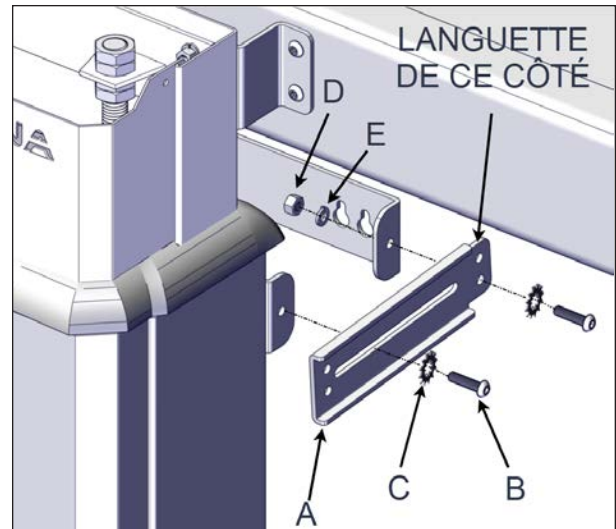
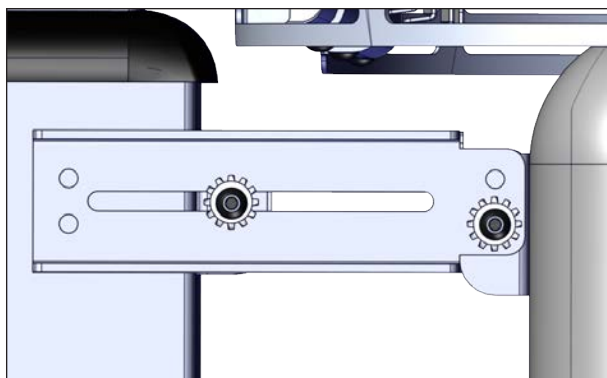

FIGURE 78: INSTALLATION DES BRAS DU SUPPORT DE MONTAGE
FIGURE 79: PROFIL DE L'INSTALLATION DU BRAS DU SUPPORT DE MONTAGE
23. Installer les bras du support de montage avec les vis hexagonales 1/4 po x 1 po et les rondelles plates à double denture de 1/4 po sur le côté extérieur. Utiliser les rondelles de blocage de 1/4 po et les écrous de 1/4 po sur le côté intérieur. Utiliser une clé Allen de 4 mm (5/32 po) et une douille de 11 mm (7/16 po), voir la Figure 78 et la Figure 79.
La languette du bras doit toujours être orientée vers le spa, voir Figure 78.